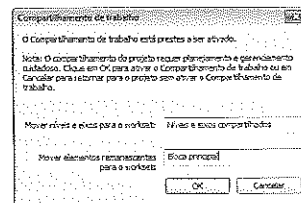

Figura 19.47 – Janela Compartilhamento de trabalho.
2. Em seguida, vamos iniciar o workset pela aba **Colaborar > Worksets**. Ao selecionar **Worksets**, surge a janela de diálogo da Figura 19.47, em que devemos definir o nome dos dois **worksets** iniciais: primeiro, o nível dos eixos e pavimentos; depois, o nome da disciplina comum, que, neste exemplo, chamamos de **Bloco principal**.